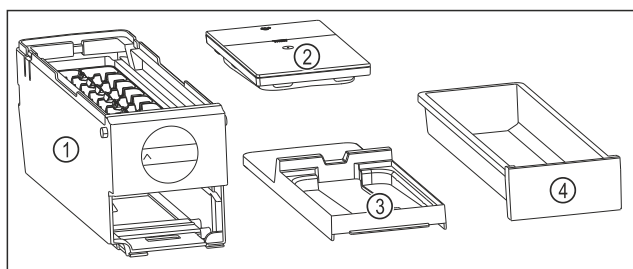

Fig. 89 Súčasti EasyTwist-Ice
- ▷ EasyTwist-Ice je rozložený na štyri časti. (pozri Fig. 89)
- ▶ Rozložte EasyTwist-Ice len na tie súčasti, ktoré sú na obrázku. (pozri Fig. 89)
- ▶ Korpus EasyTwist-Ice Fig. 89 (1) vyčistite ako celok.